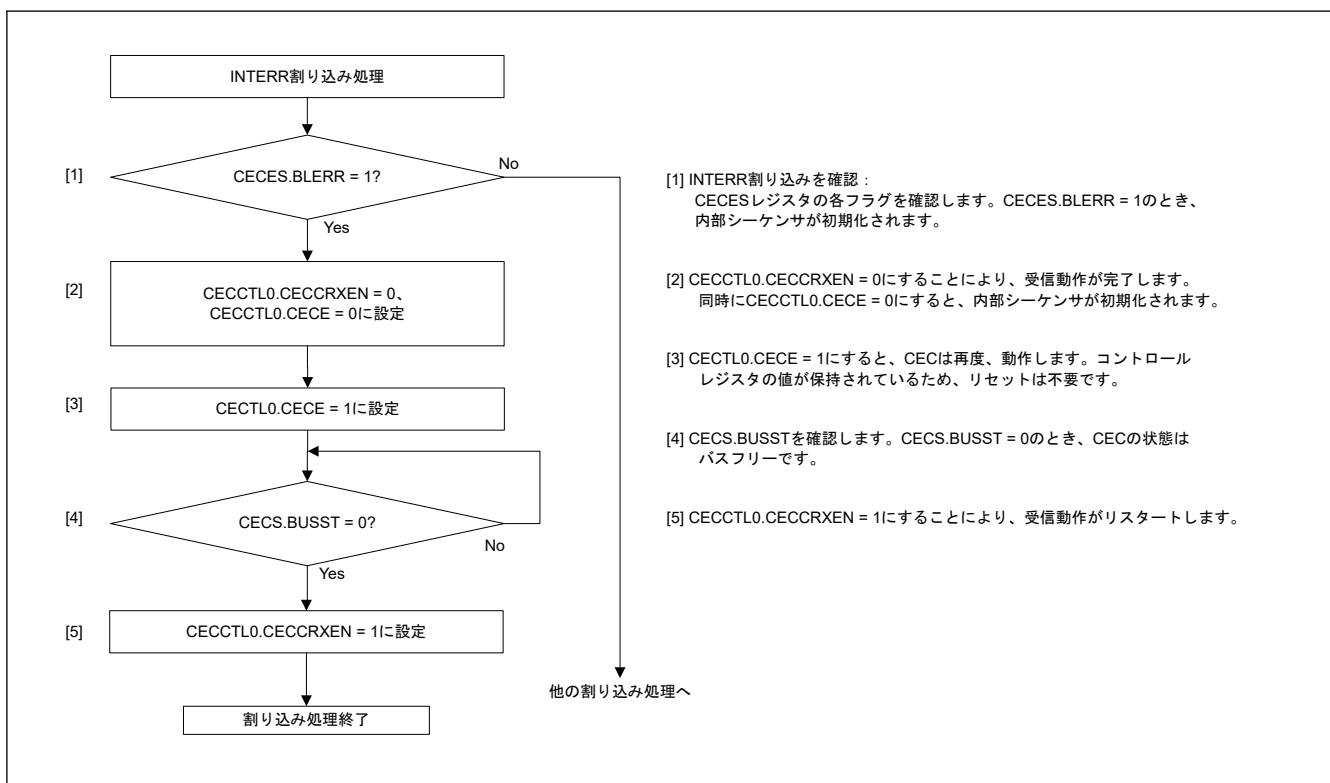

図 31.52 バスロックエラー発生時の INTERR 割り込み処理フローの例
- INTERR 割り込みの原因がバスロックエラー (CECES.BLERR = 1) の場合、INTERR 割り込み処理において、いったん CECCTL0.CECCRXEN を 0 にクリアして、CEC 送受信回路の内部シーケンサを初期化します。次に、CECCTL0.CECE を再び 1 にします。CECCTL0.CECE が 0 にクリアされても CEC レジスタはリセットされません。バスロックエラー発生時の INTERR 割り込み処理フローの例については、図 31.52 を参照してください。